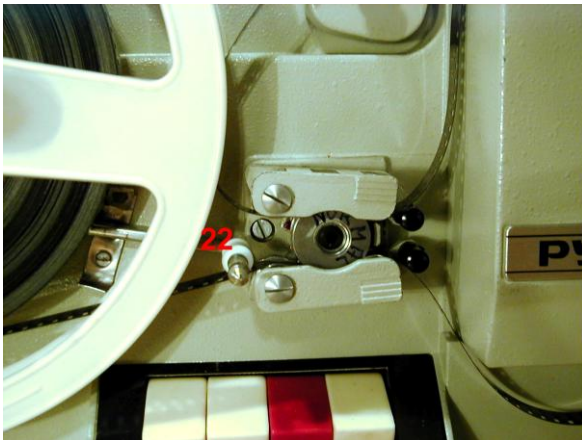

Bild 3a: Filmführung an Transportrolle, geschlossen
schließen (Bild 3a). Prüfen, ob Film in der Perforation eingerastet ist.
4. Filmandruckplatte (41) am Lampenhaus nach rechts klappen, Film in die Führung (42) einlegen, Andruckplatte wieder schließen (durch Drücken auf den Arretierhebel! (43)). Auf richtige Filmführung achten und durch Drehen am Hauptwellenhandrad (72) den Filmtransport prüfen. Achtung! Mausklick wird ausgelöst. Was geschieht gerade am Computer?
5. Film in den unteren Filmführhebel (32) einlegen und diesen schließen, auch hier auf Erfassen der Perforation achten (Bild 3a)!
geklappt werden, siehe Bild 3a. Der Projektor wird dann am Filmende stillgesetzt und die Lampe abgeschaltet. Die Kamera bleibt in Betrieb, da andernfalls die Kameraeinstellungen verloren gehen.